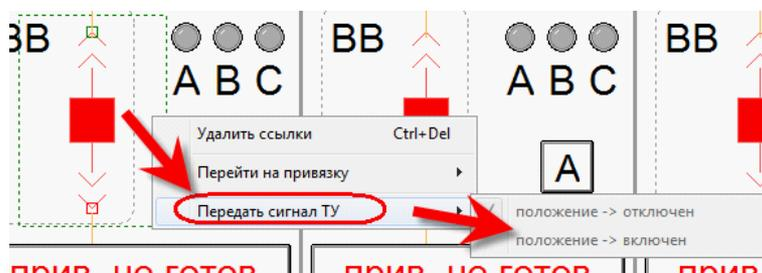

Рисунок 3 Передача ТУ по меню (меню формируется по полю *SDEToItem*)
1. Через контекстное меню элемента схемы (Рисунок 3). Меню становится активным, если есть подключение к серверу и Вы все правильно настроили.